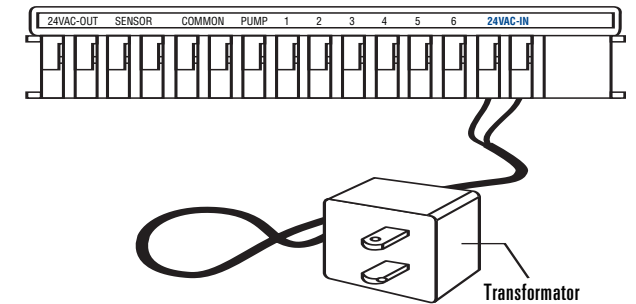

Abbildung 25: Anschließen des Transformators
- Deckel abnehmen und nach zwei Klemmenanschlüssen mit der Bezeichnung „24VAC IN“ suchen. [Siehe Abbildung 25]